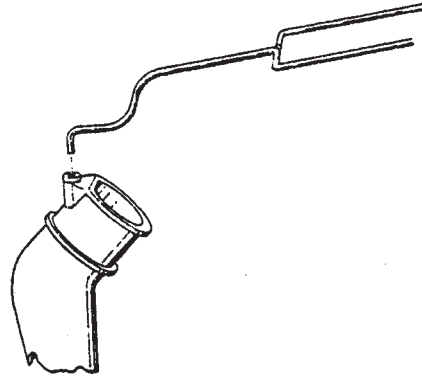

Figura 1
2. Instale el soporte de la bolsa de polvo en la abrazadera de escape (figura 1). Coloque la abertura de la bolsa de polvo por encima del soporte de la bolsa de polvo y de la abrazadera de escape; asegure y amarre firmemente a la abrazadera de escape.